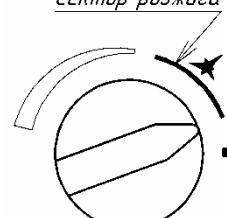

Рисунок 11. Розжиг
- перевести ручку 4 (рис. 1), не нажимая на неё, в положение “Розжиг” (рис. 11), в этом положении нажать на ручку до упора и удерживать её в нажатом состоянии несколько секунд (начнется поступление газа на запальную горелку с легким шипением);